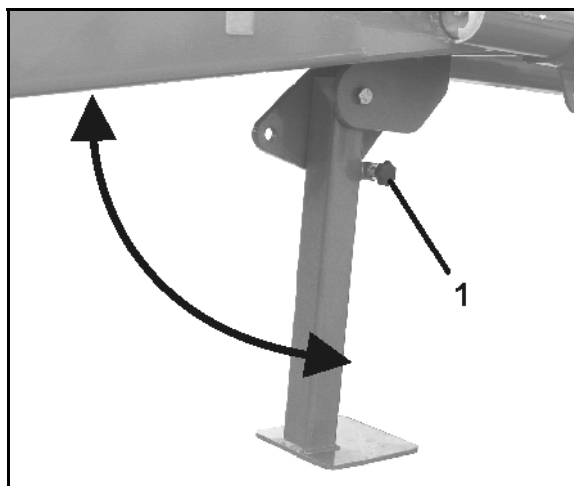

Bild 36
1. Dra ut stjärngreppet (Bild 36/1).